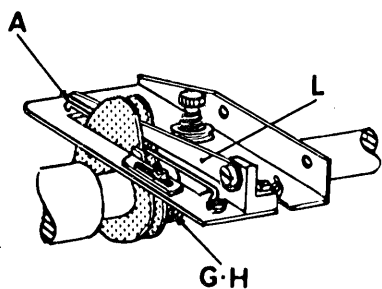

fig.10
8. Regolazione camma tendifilo per crochet inferiore (fig. 10).